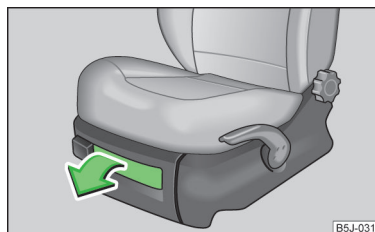

Fig. 72
- Para abrir la tapa, tire del asa » fig. 72.